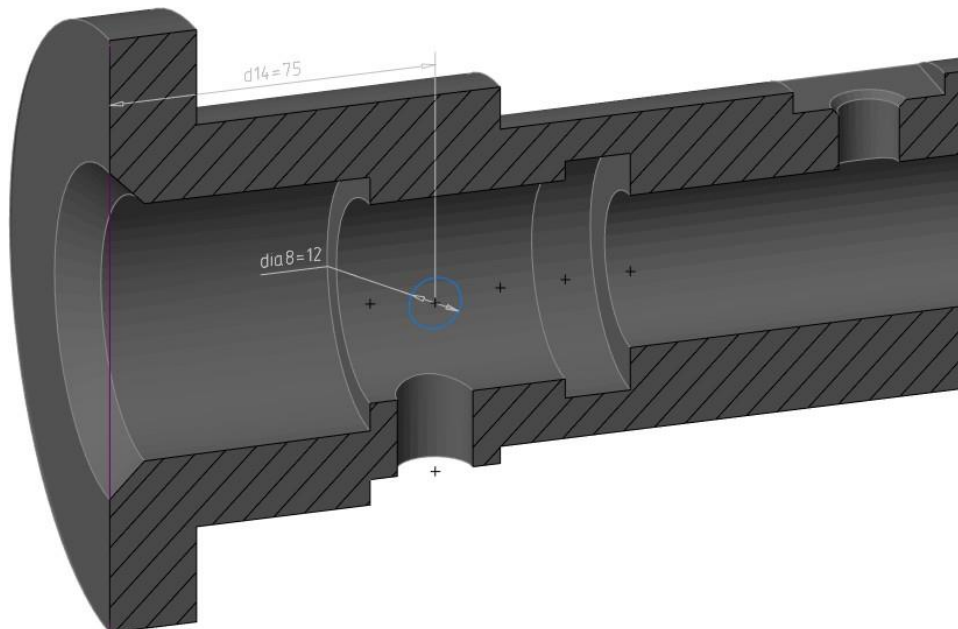

Рис. 26. Эскиз для отверстия $\varnothing 12$
7.5. Эскиз для отверстия $\varnothing 12$ (рис. 26) создайте на плоскости YZ. Спроецируйте ребро диаметра $\varnothing 140$, чтобы привязать размер, позиционирующий отверстие по X. Задайте опции операции *Выдавливание: Насквозь, Положительное направление*.